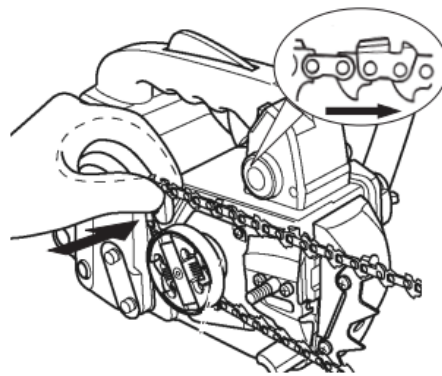

Abb. 6
- 5) Legen Sie die Kette auf das Kettenrad des Motors (hinter der Kupplung), Abb. 6. Die Zähne am oberen Teil der Kette müssen sich in der im Detailbild gezeigten Position befinden.